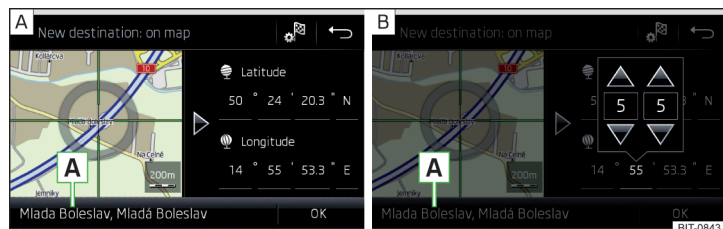

Fig. 164 Introducerea destinației: prin intermediul punctului de pe hartă/cu ajutorul coordonatelor GPS
- Prin atingerea ecranului, deplasați destinația dorită în punctul de intersecție al liniilor » fig. 164 - **[A]**.
- Atingeți suprafața de comandă funcții cu valoarea dorită a coordonatelor GPS pentru lățimea geografică  și lungimea geografică  » fig. 164 - **[B]**.
Dacă în datele de navigație ale Infotainment sunt disponibile informații despre punct, acestea sunt afișate în locul coordonatelor GPS (de exemplu adresa **[A]** » fig. 164).